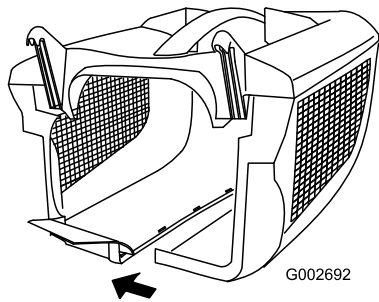

Figure 9
3. Houd het overblijvende deel van de zijanten tegenover elkaar en druk ze, beginnend vanaf de achterzijde, aan elkaar vast (Figure 9).